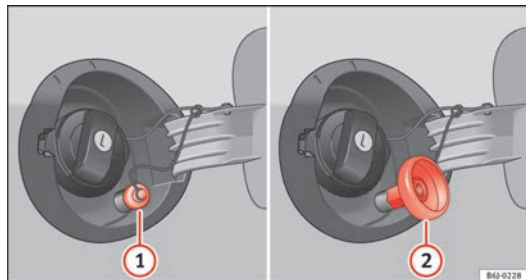

Fig. 122 Sportellino del serbatoio con bocchettone di rifornimento del GPL e adattatore.
⇒ fig. 122 ①.
- Avvitare l'adattatore necessario ⇒ fig. 122 ② al bocchettone di rifornimento del gas ①.
- Svitare l'adattatore ⇒ fig. 122 ②.